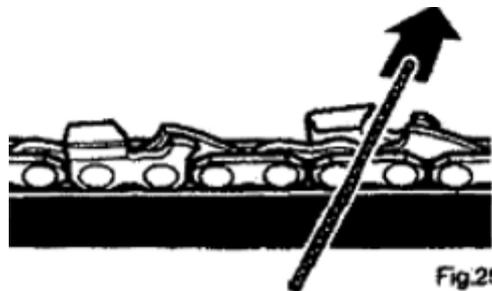

Fig.25
4. Reiben Sie mit leichtem, aber festem Druck in Richtung der vorderen Ecke des Zahns. Siehe Abbildung 25.